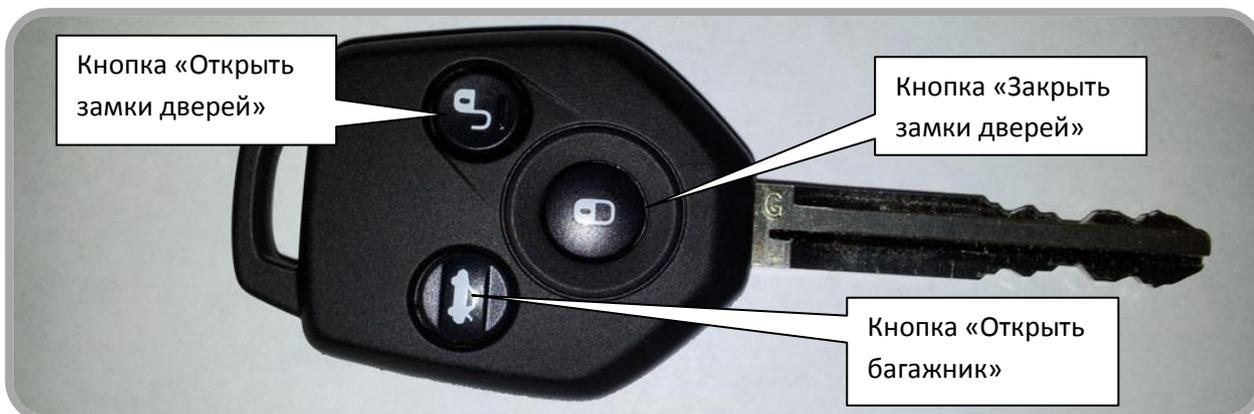
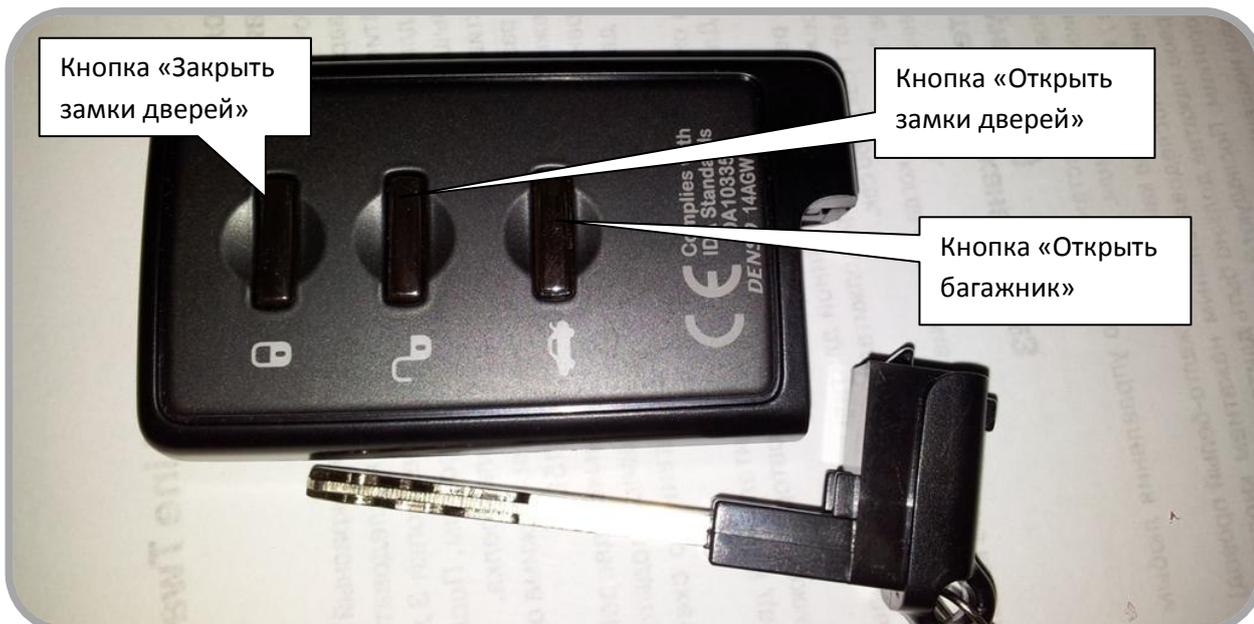

Рис. 23: Штатный ключ-брелок Subaru LEGACY в комплектации с замком зажигания
Рис. 24: Штатный ключ-брелок Subaru LEGACY в комплектации Hands Free.
SLAVE режим - это управление системой Scher-Khan UNIVERSE 1 (2) при помощи кнопок штатного брелока, (см. рис. 23 и рис. 24), или кнопок «Свободные руки» на ручках дверей, при наличии на автомобиле соответствующей функции, (см. рис. 25).